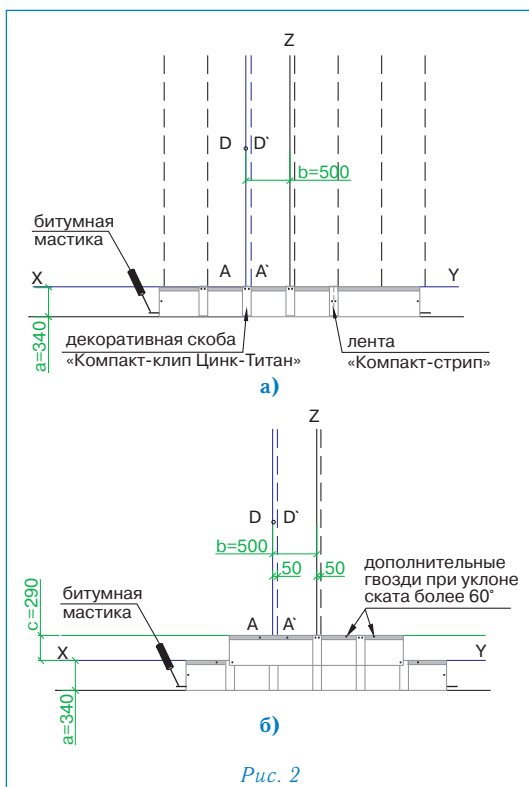

Рис. 2
### Укладка материала (рис. 2)
- укладка черепицы начинается от линии AD, при этом ее верхний край выравнивается по линии XY (рис. 2а);
- листы первого ряда укладываются встык и фиксируются двумя гвоздями по центру коротких сторон на расстоянии 2 см от края (рис. 2а);
- правая сторона скобы «Компакт-клип Цинк-Титан» выравнивается по линии A'D' и фиксируется двумя гвоздями через специальные отверстия (рис. 2а);
- листы второго ряда черепицы укладываются от линии AD, их нижний край выравнивается по линии, параллельной XY; каждый лист фиксируется двумя гвоздями в 2,5 см от нижней стороны; стыки и середина каждого листа закрываются декоративными скобами «Компакт-клип Цинк-Титан», которые также фиксируются двумя гвоздями (рис. 2б);
Каждый лист ПРЕСТИЖ ВИЗАНТИЯ ЦИНК-ТИТАН закреплен шестью гвоздями, в соответствии с рекомендациями, приведенными выше (рис. 2б).
При укладке материала на скатах с уклоном более 60° каждый лист дополнительно фиксируется двумя гвоздями в верхней части (рис. 2б).